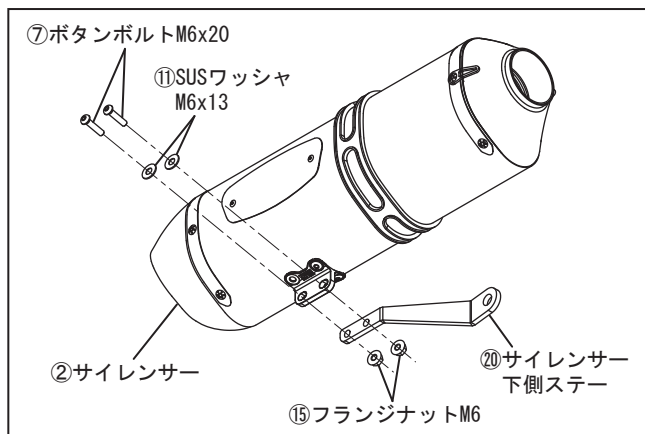

FIG. 12
10. ②サイレンサーに⑭サイレンサー下側ステーを⑦ボタンボルトM6×20と⑪SUSワッシャM6×13、⑮フランジナットM6を使用して仮締めして下さい。（FIG. 12, 13 参照）